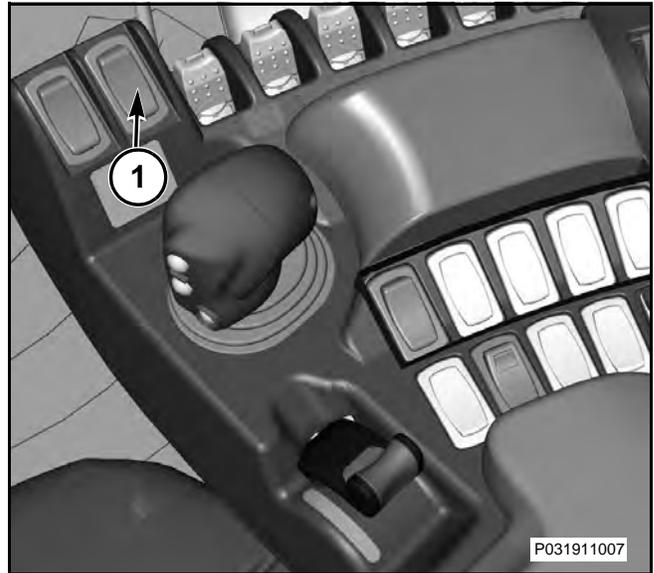

FIG. 161
FIG. 161: El interruptor de levantamiento/trabajo (1) del enganche de tres puntos permite que el operador levante el implemento rápidamente hasta la posición establecida por el parámetro de límite de levantamiento. El interruptor (1) permite que el operador baje el implemento hasta la posición establecida por la palanca de control del enganche de tres puntos. Si se presiona la parte delantera del interruptor (1) se baja el implemento y si se presiona la parte trasera del interruptor se levanta el implemento.